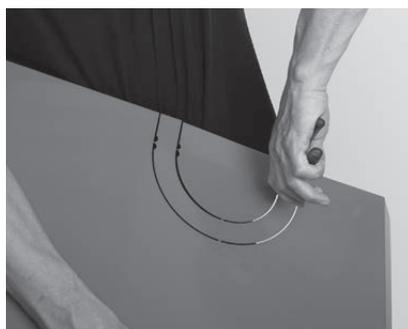

Fig. 80 Lorsque l'adaptateur du raccord d'évacuation des fumées **n'est pas utilisé**, dégager la partie prédécoupée.
- ▶ Si l'adaptateur pour le ventilateur de fumées (accessoire) n'est pas utilisé, dégager l'orifice prédécoupé au niveau du capot arrière de la chaudière – Fig. 80.